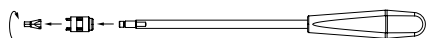

Abb. 1
- Verriegelungsschrauben-Einsetzinstrument mit Gabelschlüssel SW6 demontieren, siehe Abb. 1.